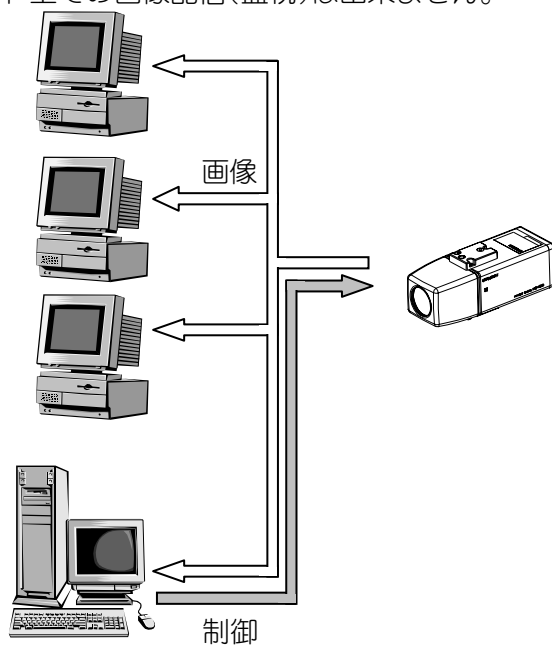

図 9-2 マルチキャストについて
- (1) 図 9-2に示すようにカメラからの画像を複数の機器で受信することができる通信方式です。
- (2) 複数箇所での監視に適しています。
- (3) 通信プロトコルには、RTP/UDP/IP が利用されます。
- (4) インターネット上での画像配信(監視)は出来ません。